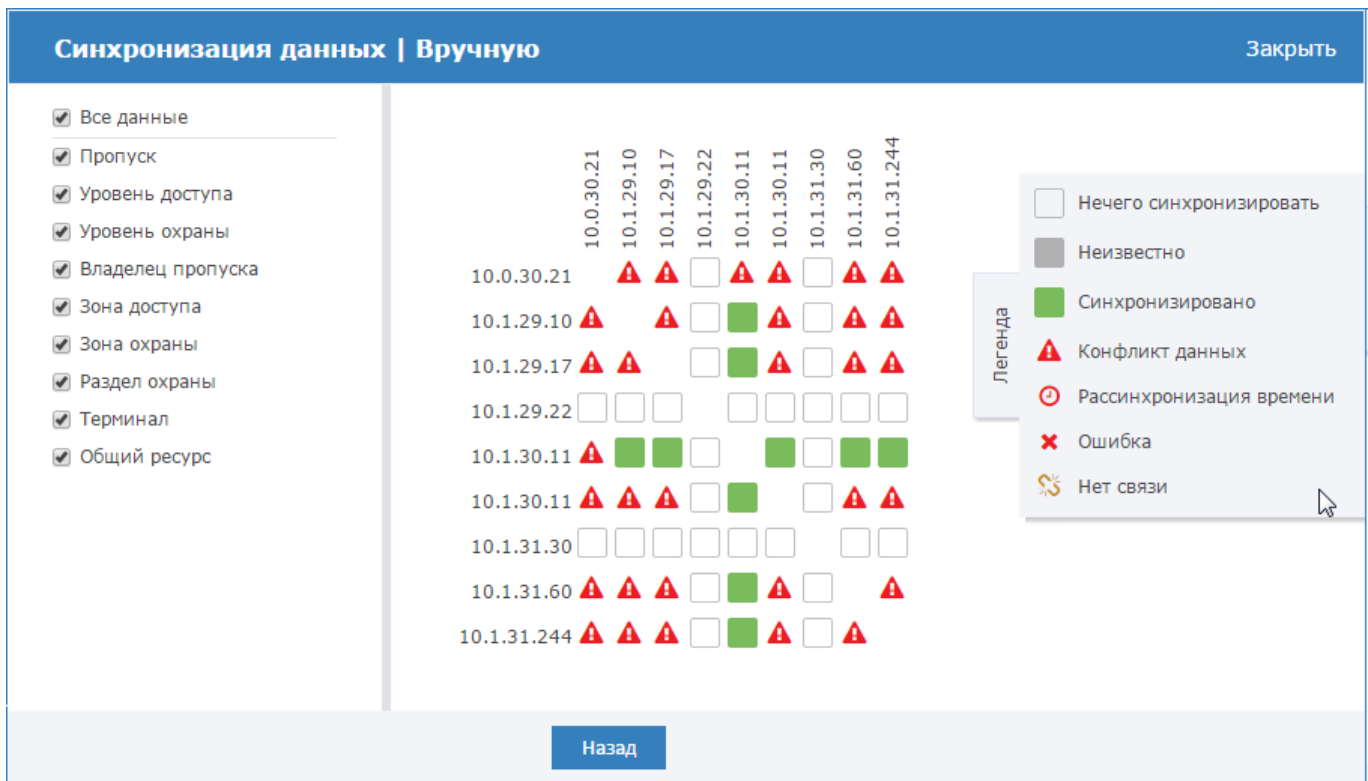

Рисунок 10.75 — Состояние синхронизации данных между узлами
- Чтобы оценить текущий статус данных, в левом столбце выберите тип данных для сравнения. В основной части окна иконками будет показано текущее состояние (рисунок 10.75);